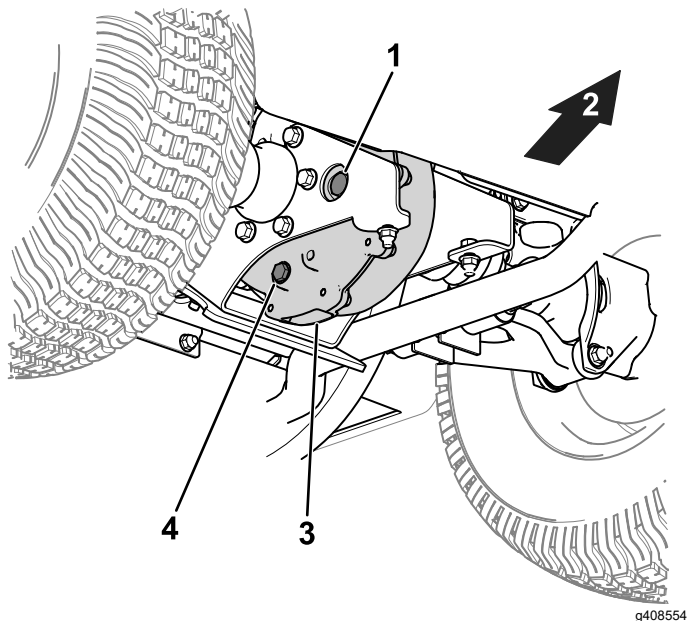

Bild 43
1. Entfernen Sie die Füllschraube am Getriebe (Bild 43).
- Wenn der Ölstand niedrig ist, nehmen Sie die Füllschraube ab und füllen Sie die angegebene Ölart ein, bis das Öl aus dem Loch ausläuft (**Bild 43**).
- Stellen Sie eine Auffangwanne unter die Ablassschraube (**Bild 43**).
- Entfernen Sie die Füllschraube (**Bild 43**).
- Entfernen Sie die Ablassschraube und lassen Sie das Öl vollständig ablaufen (**Bild 43**).